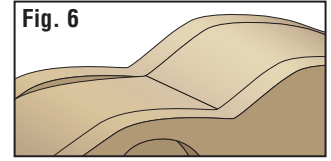

Fig. 6
- Sand squared edges round for a realistic look. Some designs require shaping raised-fenders. (Fig. 6) **TIP!** Use pictures of racecars as a reference during the building process.
- Sable carré bords ronds pour un oeil réaliste. Certains modèles nécessitent une mise en forme à soulevé des ailes. (Fig. 6) **ASTUCE!** Utiliser les photos des bolides spéciaux comme référence durant le processus de construction.